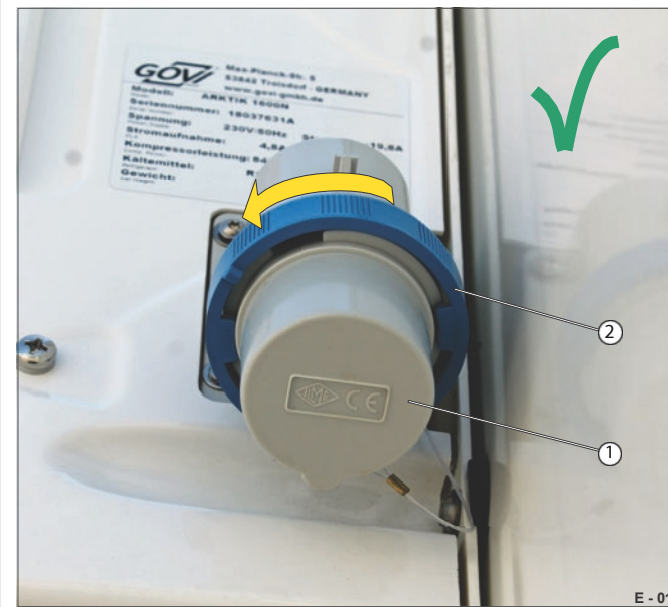

Fig. 16 Hætten er sikret (kørestilling)
- Fastgør hættten (fig. 16/1) med skruenhætten (fig. 16/2) - stram til.